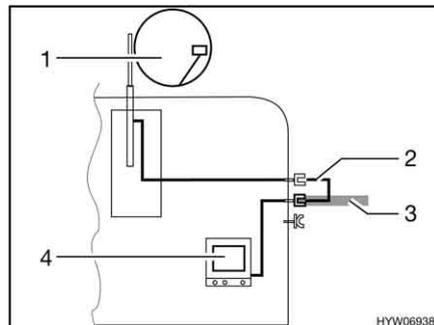

Fig. 98 TV en el vehículo
- TV en el vehículo (Fig. 98,4): Conexión a la antena del techo (Fig. 98,1) con el cable de conexión (Fig. 98,2)
- TV en el vehículo (Fig. 98,4): Conexión a antena externa (Fig. 98,3)